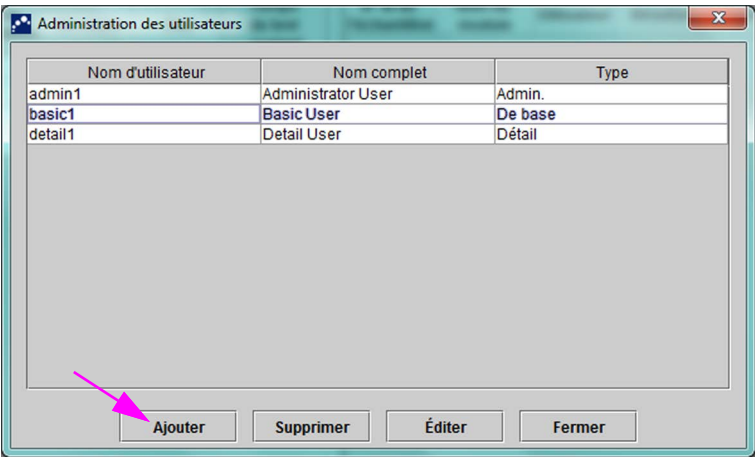
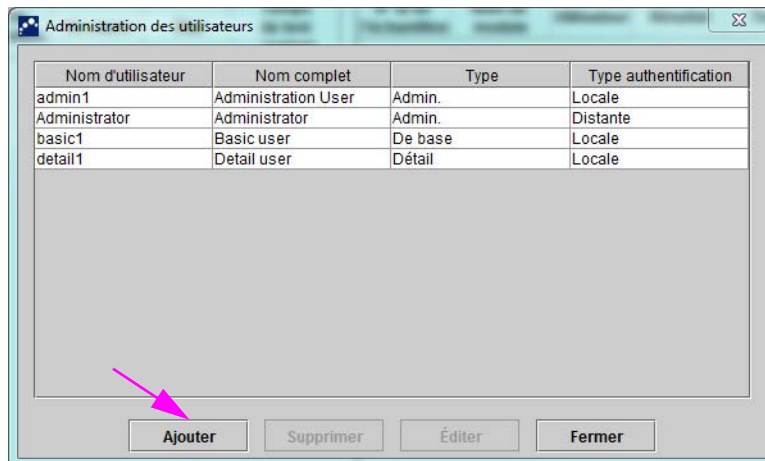

Figure 2-70. Boîte de dialogue Administration des utilisateurs
Figure 2-71. Boîte de dialogue Utilisateur pour un utilisateur à distance
2. Dans la fenêtre du système GeneXpert Dx (voir Figure 2-55), dans le menu **Configuration**, cliquez sur **Administration des utilisateurs**. La boîte de dialogue Administration des utilisateurs apparaît. Voir Figure 2-70 pour ajouter un utilisateur local ou Figure 2-71 pour ajouter un utilisateur LDAP à distance.
1. Dans la fenêtre GeneXpert Dx System (cf. Figure 2-55), cliquez sur **Administration des utilisateurs** dans le menu Configuration. La boîte de dialogue Administration des utilisateurs apparaît. Voir Figure 2-70.